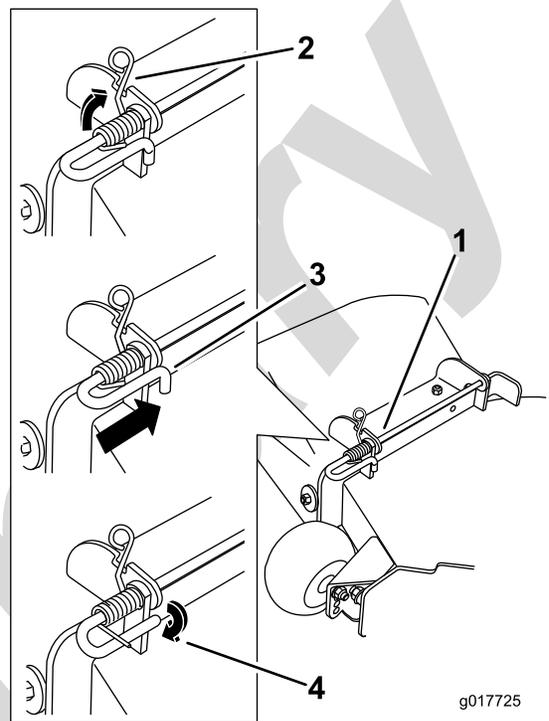

Figura 75
- Levante el extremo del muelle con bucle y colóquelo en la muesca del soporte del deflector (Figura 75).
- Fije el conjunto de varilla y muelle torciéndolo de manera que el extremo corto de la varilla pueda colocarse detrás del soporte delantero que está soldado a la carcasa (Figura 75).